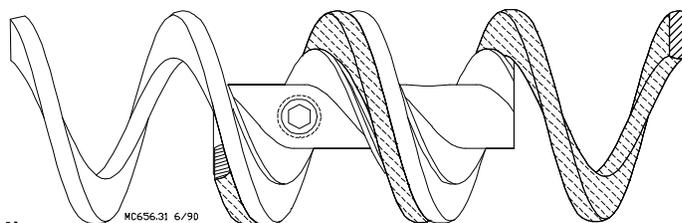

Figura 32. (Vista lateral)
2. Desenrollar el extremo restante del sinfín una vuelta y media para que al enroscarlo en el primer extremo del sinfín regrese a su estado suelto. Los extremos del sinfín deben quedar traslapados—NO a tope, al enroscarlos en la ranura del conector. Ver la **Figura 32**.